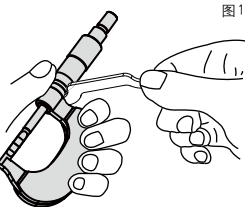

图1
- 如果基准点误差为 ±0.01 mm 或以下(图1和2) 将随附的套筒扳手插入固定套管基准线背面的孔中，然后旋转固定套管，直到基准线与微分筒上的零刻度线对齐。